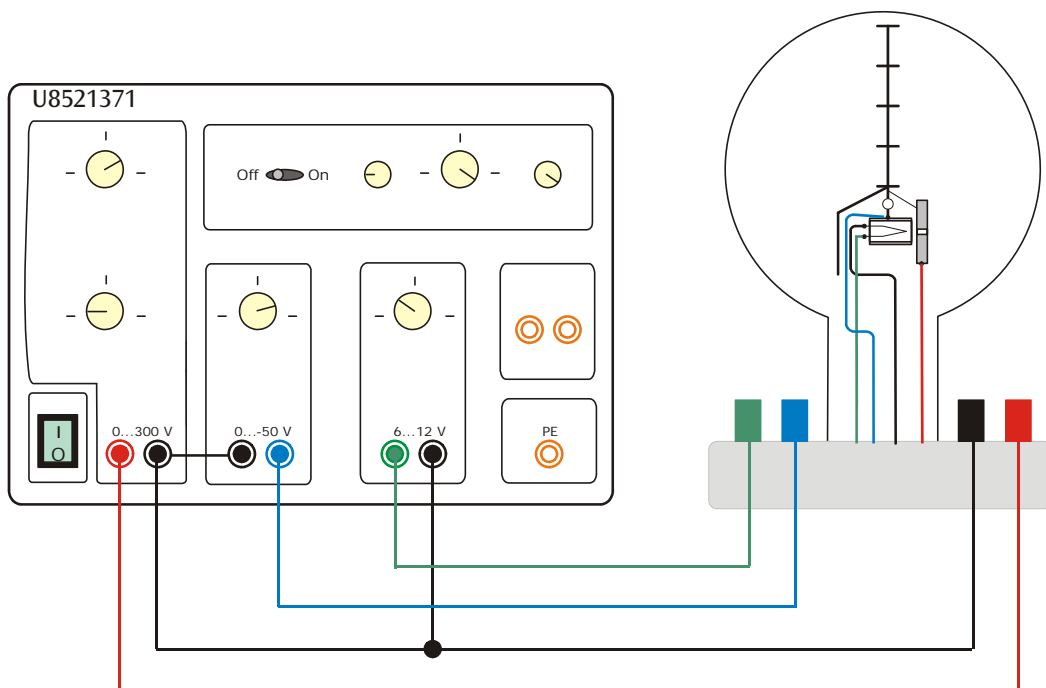

Fig. 1 Conexión del tubo de haz fino a la fuente de alimentación de CC 300 V U8521371
- Realice el cableado del tubo con la fig. 1.